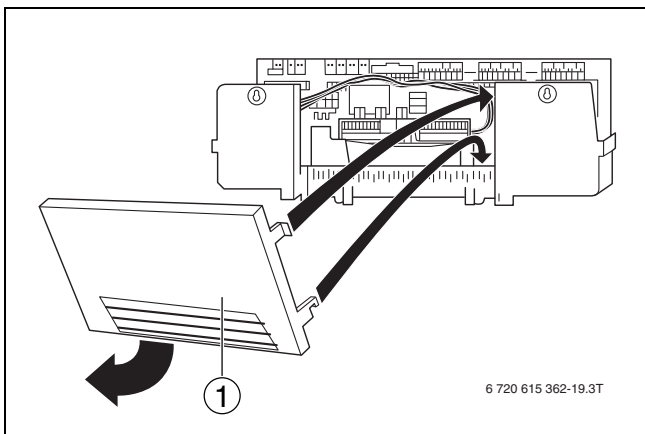

Рис. 24 Подготовка кабельного прохода
- ▶ При необходимости выломайте или вырежьте заглушки в задней стенке [1] (→ рис. 24).
- ▶ Установите заднюю стенку на систему управления (→ рис. 24).